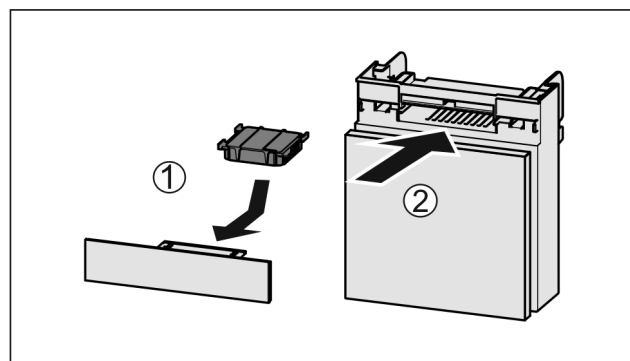

Fig. 141
- ▶ Aktivni ogljeni filter vstavite Fig. 141 (1) skladno s prikazom na sliki.
- ▶ Predal potisnite noter Fig. 141 (2).